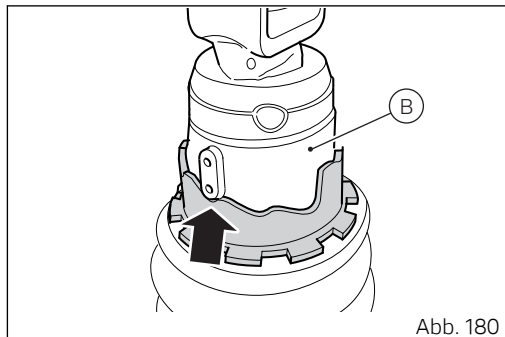

Abb. 180
Der Wert der Kettenspannung trifft dann zu, wenn das hintere Federbein (B) sich in der Default-Einstellung befindet, d.h. 2 Kerben von der vollkommen vorgespannten Position aus, siehe dazu (Abb. 180).